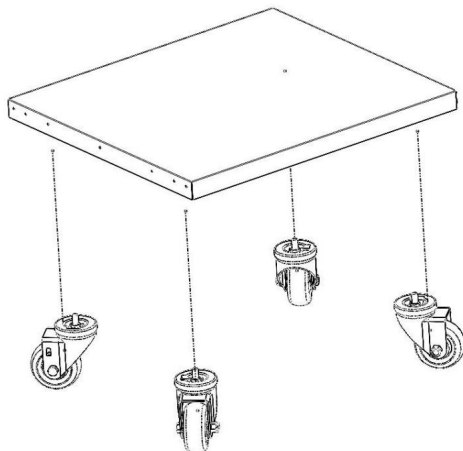

Figura 1
1. Coloque las ruedas en la parte inferior del panel inferior, atornillelas con las tuercas inferiores del bastidor. Apriételas con una llave de 14 mm. Consulte la Figura 1.